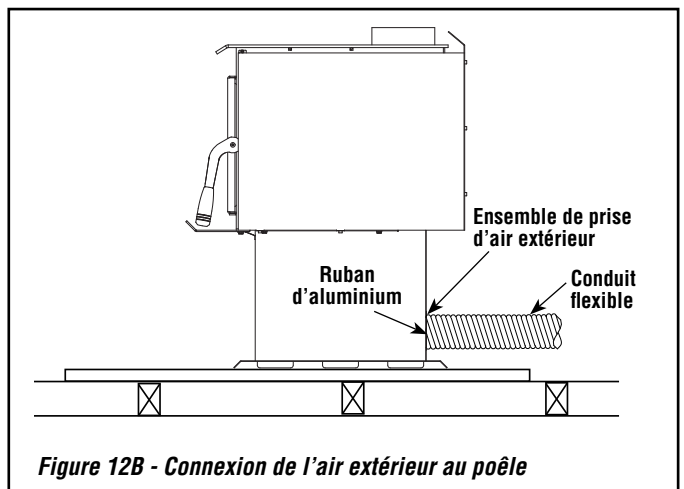

Figure 12B - Connexion de l'air extérieur au poêle
- Faites une ouverture de 4-1/4 po. (110 mm) dans le mur extérieur de la maison à l'emplacement choisi. De l'extérieur, placez le registre d'air dans l'ouverture (les persiennes ouvertes vers le bas) et fixez le registre au mur avec les vis tel que montré (*voir figures 12B et 13*).